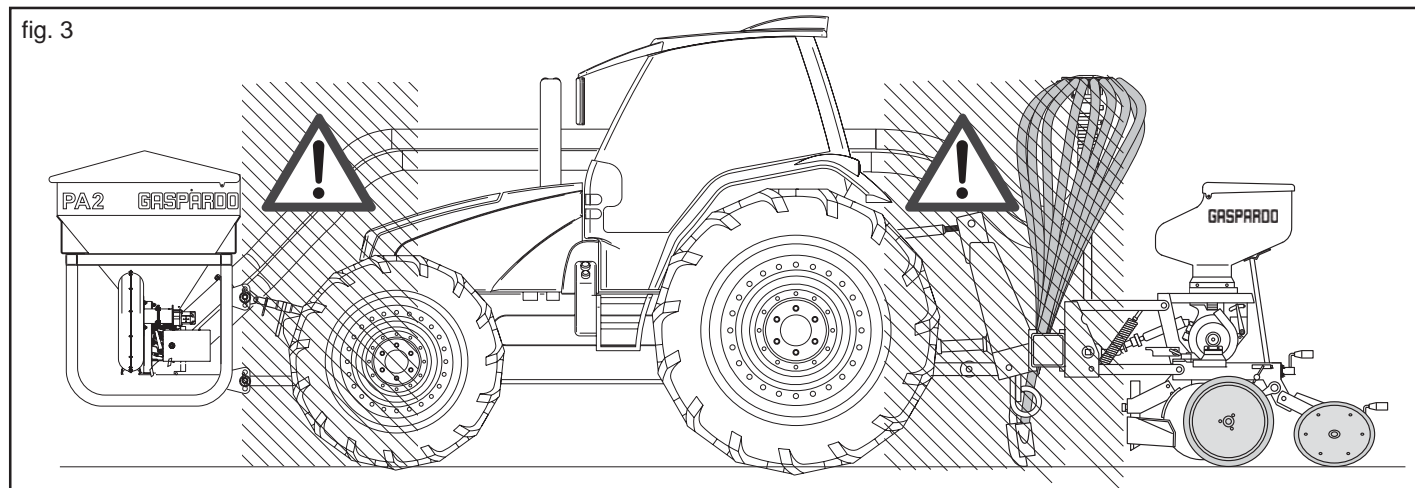

fig. 3
- 5) Il est absolument interdit de se mettre entre le tracteur et l'attelage pour manoeuvrer la commande de levage de l'extérieur (Fig. 3).
- 6) Il est absolument interdit de se mettre entre le tracteur et l'équipement (Fig. 3) si le moteur est en marche et le cardan est enclenché. Il n'est possible de s'interposer entre le tracteur et l'équipement qu'après avoir actionné le frein de stationnement et avoir inséré, sous les roues, une cale en bois ou un caillou de blocage de dimensions appropriées.